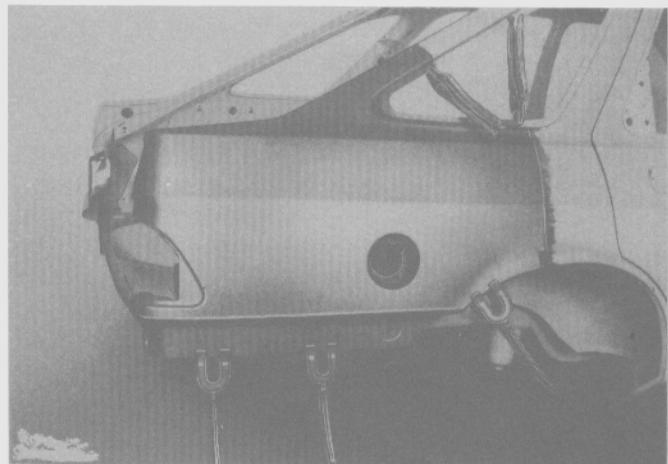

Fig. 229
- Montar la sección de reemplazo del panel exterior y sujetarla con pinzas (Fig. 229). Comprobar que los contornos queden alineados con los del panel trasero y que la separación con respecto al portón sea la correcta.